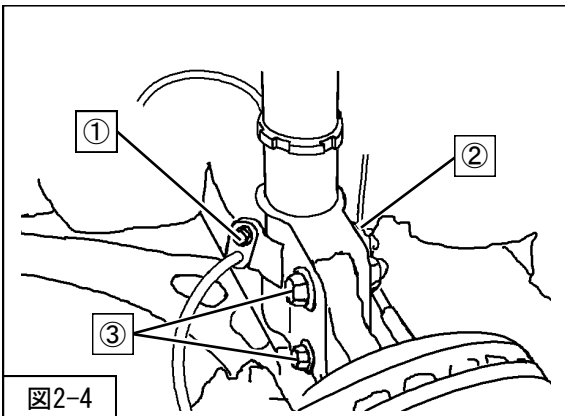

図2-4
- 3. ③フロントサスペンションASSYロア取付ボルト・ナット (締付トルク: 155N・m) を取付けてください。(図2-4)
- 4. ②ABSセンサハーネス取付クリップ
①ブレーキホース取付ボルト (締付トルク: 33N・m) を取付けてください。(図2-4)